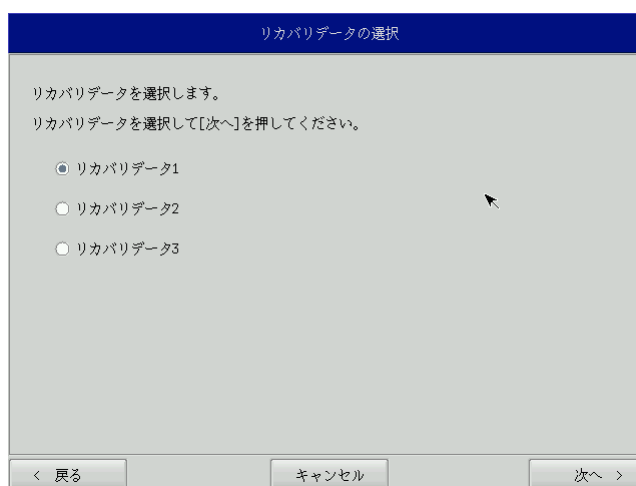

図 6-2-1. リカバリデータ選択画面
- ⑤ リカバリデータ選択画面（図 6-2-1）が表示されます。製品に合わせてリカバリデータを選択し、[次へ]ボタンを押します。表 6-2-1にAP7 シリーズで選択できるリカバリデータを示します。